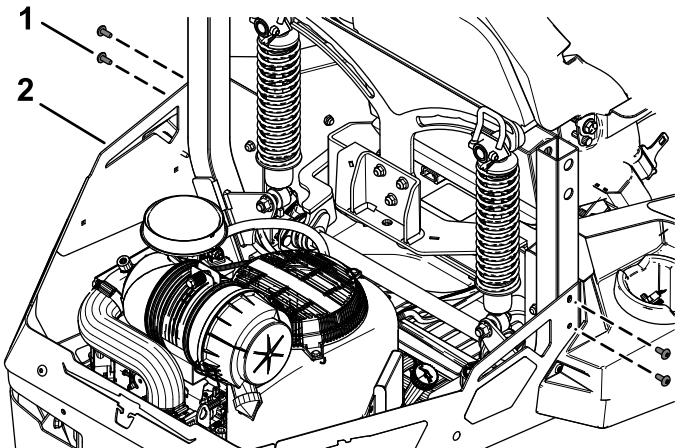

Figura 1
3. Remova os quatro parafusos de cabeça de tremoço (5/16 x $\frac{3}{4}$ pol.) das proteções traseiras (Figura 1).
7. Prenda os quatro parafusos de cabeça de tremoço (5/16 x ¾ pol.) previamente removidos nas proteções traseiras (Figura 1).